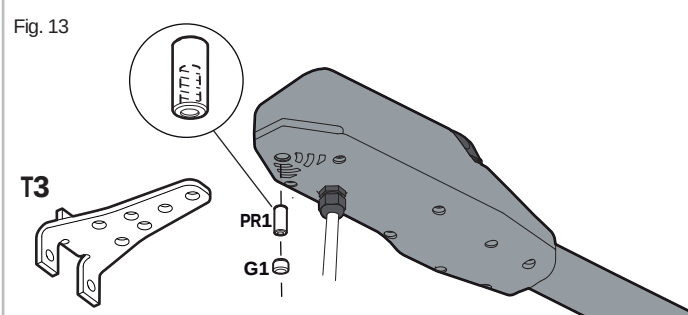

Fig. 13
- Fije el accionamiento al **soporte T3** manteniendo el perno **PR1** hacia abajo (Fig. 13).